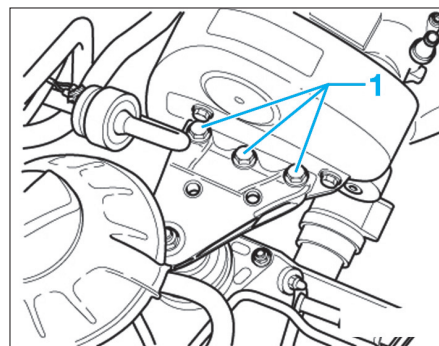

Fig. 3
- Dévisser les vis de fixation (1) (Fig.3).